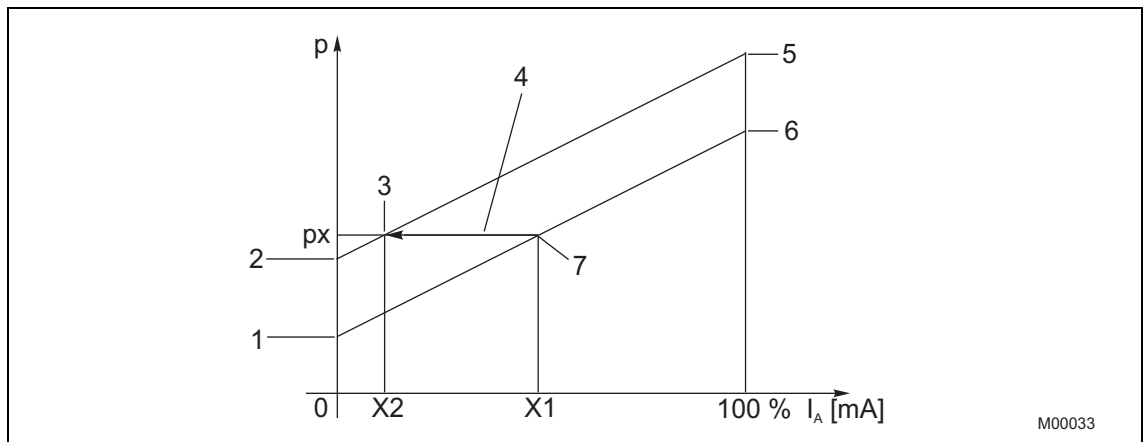

Fig. 20: Décalage parallèle
- Pour une pression existante p_x , le transmetteur de pression affiche la valeur de sortie normalisée x_1 en pourcentage. Mais en raison de l'application existante, c'est la valeur x_2 qui devrait s'afficher. La valeur x_2 est maintenant réglée via la commande sur place / LCD. Le transmetteur calcule le nouveau point zéro et la nouvelle valeur de fin et prend ces nouvelles valeurs de réglage en charge (voir Fig. 20 Décalage parallèle).